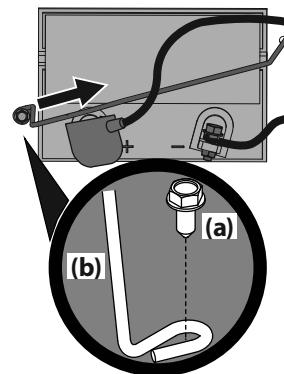

Figura 15
1. Extraiga el tornillo de arandela hexagonal (a) que sujetla el soporte de sujeción de la batería al bastidor (b). Luego levante el soporte de sujeción de la batería (b) para liberar la batería. Consulte la Figura 15.